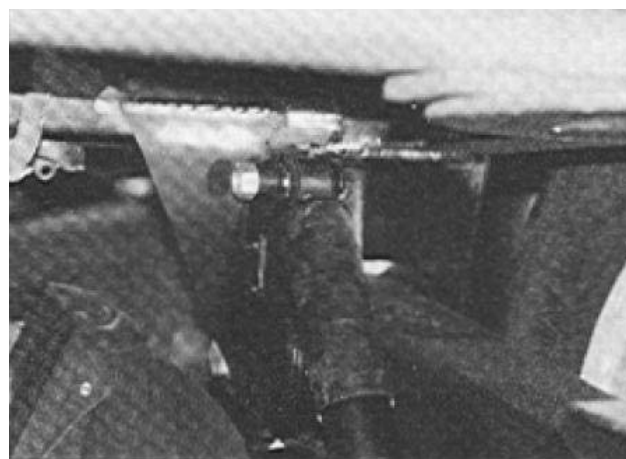

Figura 9
16. Remueva los amortiguadores aflojando y removiendo los componentes de montaje del amortiguador. Ver Figura 9.